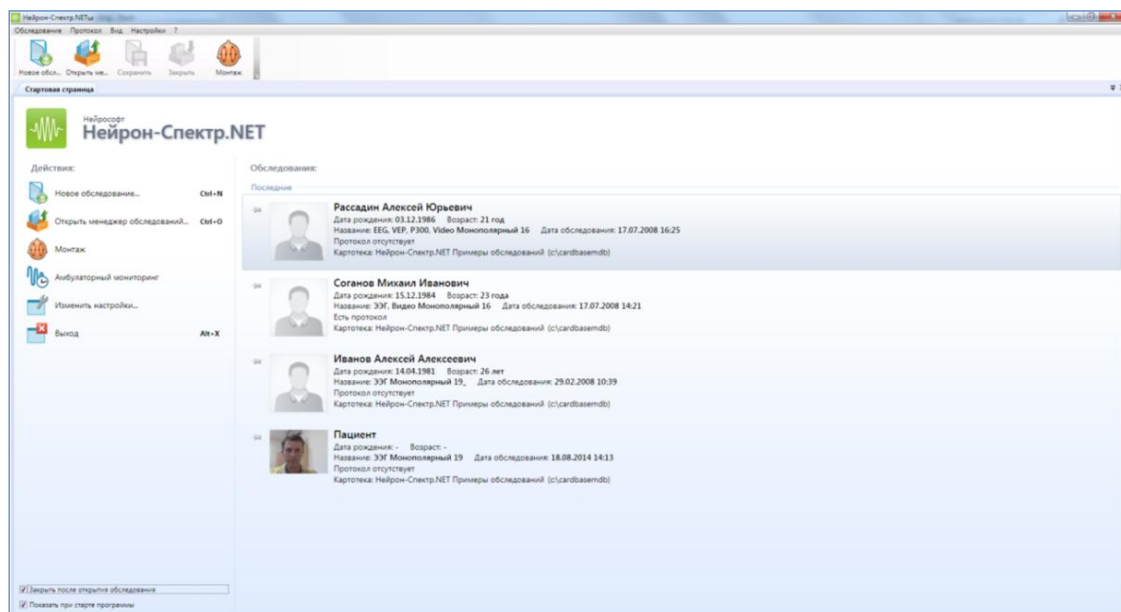

Рис. 19. Главное окно программы «Нейрон-Спектр.NET»
6. В главном окне программы (рис. 19) нажмите на панели инструментов кнопку «Новое обследование» или воспользуйтесь пунктом главного меню **Обследование|Новое...** (подробная информация представлена в руководстве пользователя ПО «Нейрон-Спектр.NET»).